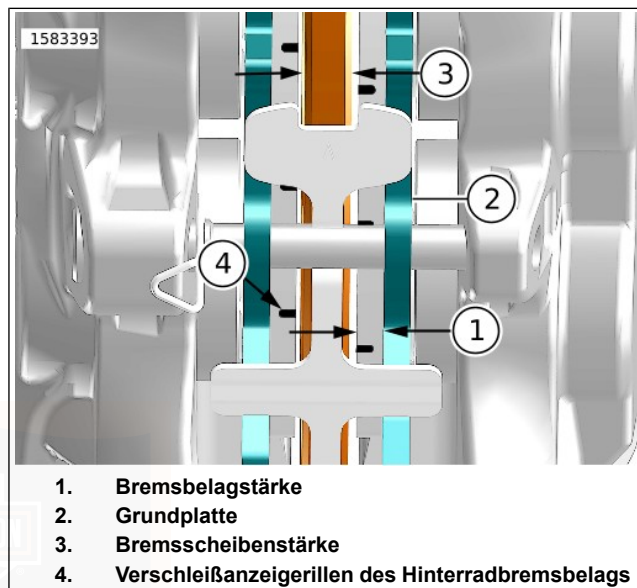

Abbildung 61. Bremsdicke (Front abgebildet)
2. Siehe Abbildung 61. Die Dicke des Reibbelagsmaterials im Bremsbelag messen.